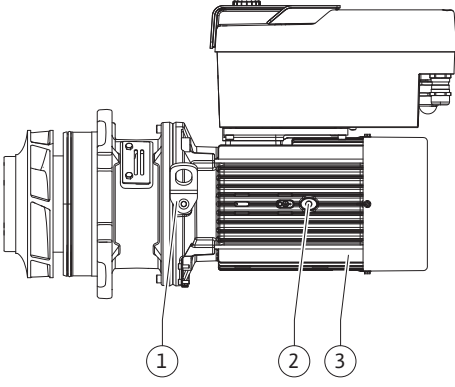

Fig. 112: Takma kiti
13. Takma kitini (bk. Fig. 112) pompa gövdesindeki eski ya da tercih edilen başka bir açılı konumuna yerleştirin. Bileşenlerin izin verilen montaj konumlarına uyum (bkz. bölüm "İzin verilen montaj konumları ve montaj öncesi bileşen diziliminin değiştirilmesi" [► 26]).